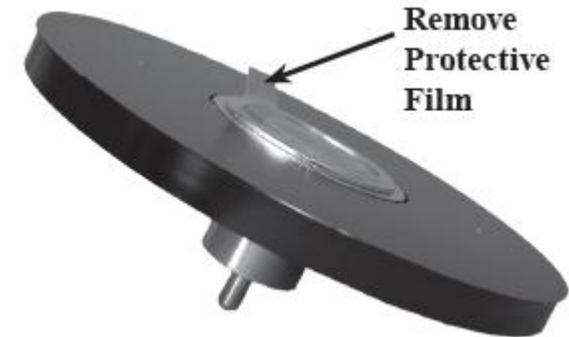

Рисунок 6
5. Переверните шпindel и внутренний диск и удалите защитную пленку с нижней части. Смотрите рисунок 6.